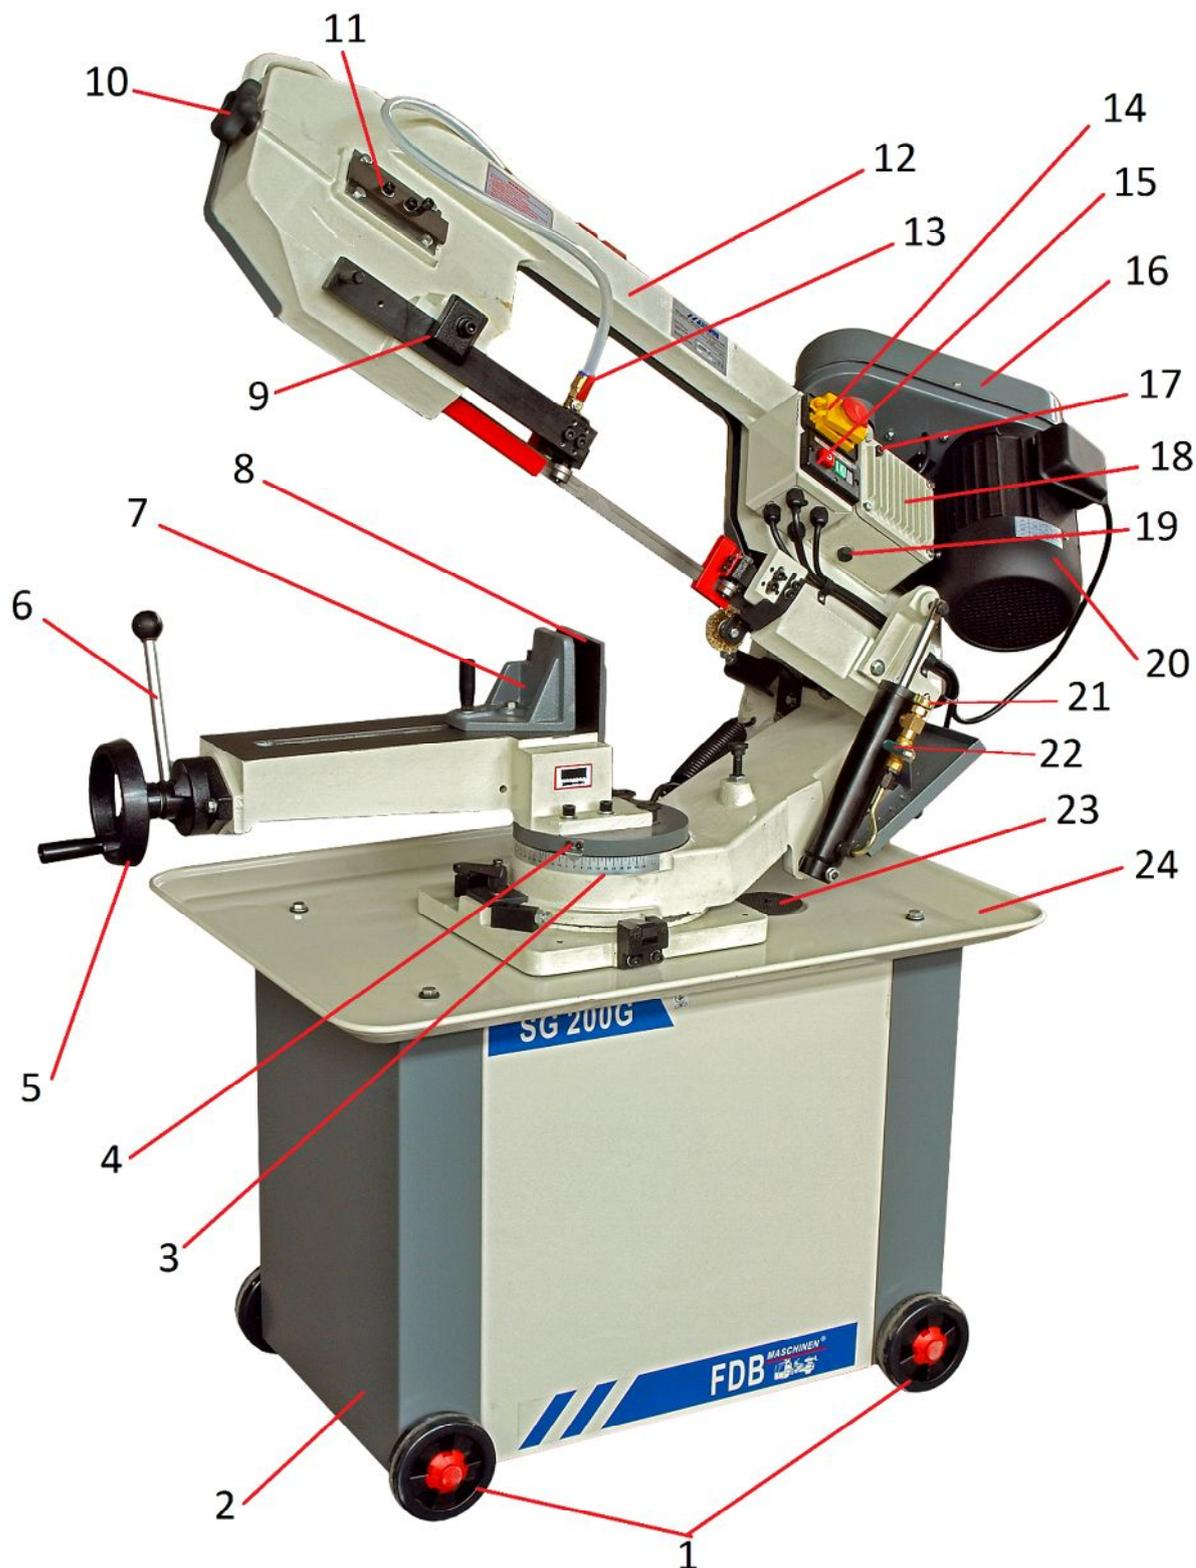
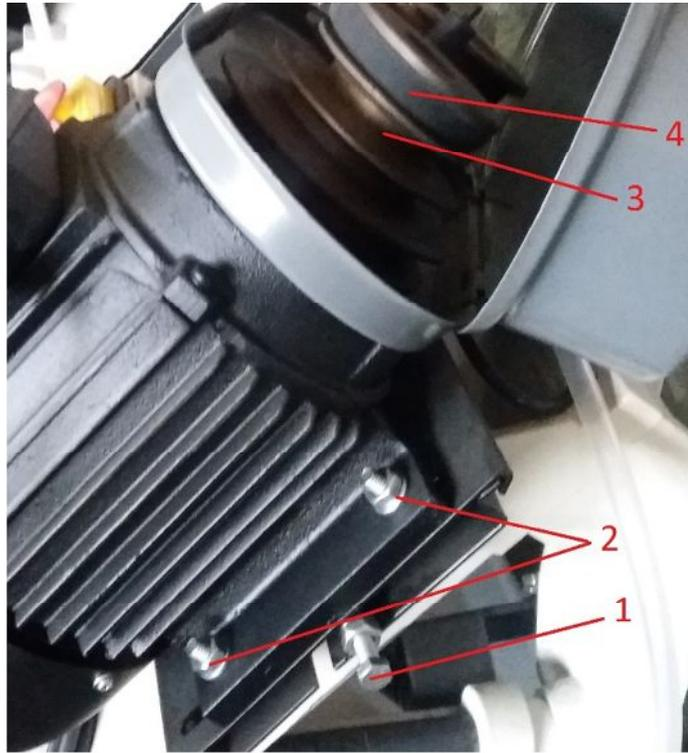
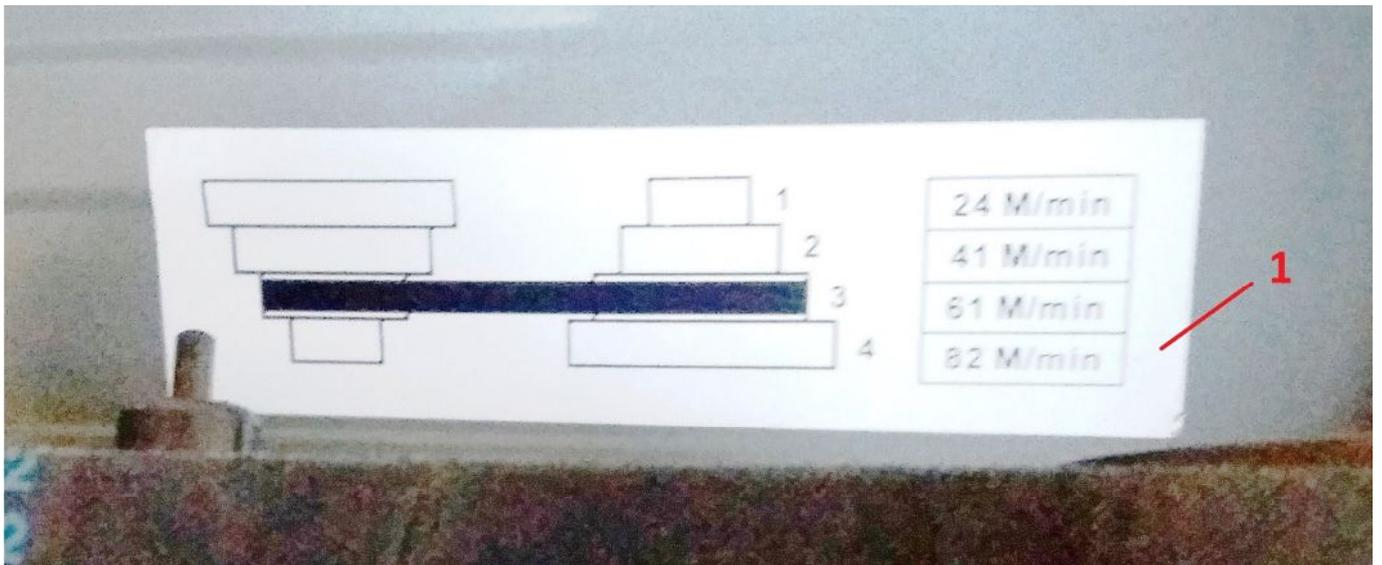
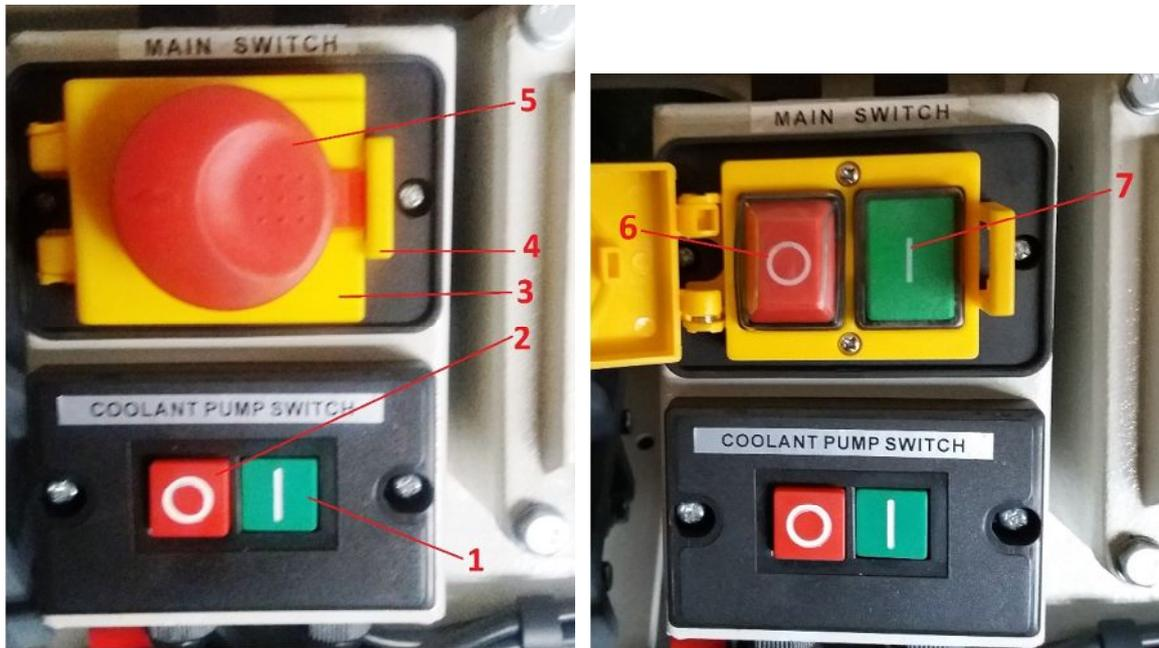

Рис. 1.1 Принципиальное устройство станка:
Рис. 1.3 Принципиальное устройство станка:
Рис. 1.4 Принципиальное устройство станка:
Рис. 1.5 Принципиальное устройство станка
- откройте клапан гидроцилиндра – переведите ручку крана клапана гидроцилиндра (поз. 22 рис. 1.1) в вертикальное положение;
- подымайте пыльный агрегат (поз. 12 рис. 1.1) в крайнее верхнее положение и зафиксируйте его в этом положении – поверните ручку крана клапана гидроцилиндра (поз. 22 рис. 1.1) в горизонтальное положение;
- установите пыльное полотно подвижной (поз. 9 рис. 1.1) и неподвижной направляющих, на ведущее и ведомое колёса зубьями в сторону электродвигателя;
- нажмите на кнопку аварийной остановки (поз. 5 рис. 1.5);
3. Подымите пильный агрегат (поз. 12 рис. 1.1) в верхнее положение и зафиксируйте его в этом положении.
4. Выберите необходимую скорость вращения пильного полотна – откройте крышку коробки (поз. 16 рис. 1.1) привода редуктора, ослабьте крепление (поз. 2 рис. 1.3) электродвигателя и болт натяжения (поз. 1 рис. 1.3) приводного ремня. Установите приводной ремень (поз. 4 рис. 1.3) на соответствующие шкивы (рис. 1.4), выполните натяжение приводного ремня, закрепите электродвигатель и закройте крышку коробки (поз. 16 рис. 1.1) привода редуктора.
5. Откройте крышку кнопок электродвигателя пильного полотна (поз. 3 рис. 1.5) с кнопкой аварийной остановки (поз. 5 рис. 1.5).
6. Включите пильный агрегат – подымите крышку кнопок электродвигателя пильного полотна (поз. 3 рис. 1.5) и нажмите на кнопку «ПУСК» (поз. 7 рис. 1.5) электродвигателя пильного агрегата.
7. Включите подачу СОЖ – приоткройте кран (поз. 13 рис. 1.1) подачи СОЖ и нажмите на кнопку «ПУСК» (поз. 1 рис. 1.5) электродвигателя подачи СОЖ.
При выявлении нехарактерных для работы пильного агрегата шумов, скрежета, запаха гари немедленно выключите станок кнопкой аварийной остановки (поз. 5 рис. 1.5) и отсоедините станок от электрической сети.
8. Для остановки станка нажмите на кнопку аварийной остановки (поз. 5 рис. 1.5).
2. Поместите материал, который необходимо отрезать в тиски: прижмите его к не подвижной губке (поз. 8 рис. 1.1) и фиксатору длины резания, прижмите его подвижной губкой тисков (поз. 7 рис. 1.1) и подожмите подвижную губку рычагом (поз. 6 рис. 1.1).
3. Выберете необходимый угол реза – ослабьте рукоятку (поз. 9 рис. 1.1) основания пильного агрегата и поворотом пильного агрегата установите по шкале (поз. 3 рис. 1.1) требуемый угол резания.
4. Установите подвижную направляющую (поз. 9 рис. 1.1) пильного полотна максимально близко к подвижной губке тисков (поз. 7 рис. 1.1).
8. Выполните резку заготовки – переведите ручку крана клапана (поз. 22 рис. 1.1) гидроцилиндра в вертикальное положение и вентилем (поз. 21 рис. 1.1) отрегулируйте скорость опускания пильного агрегата (скорость резания см²/мин).